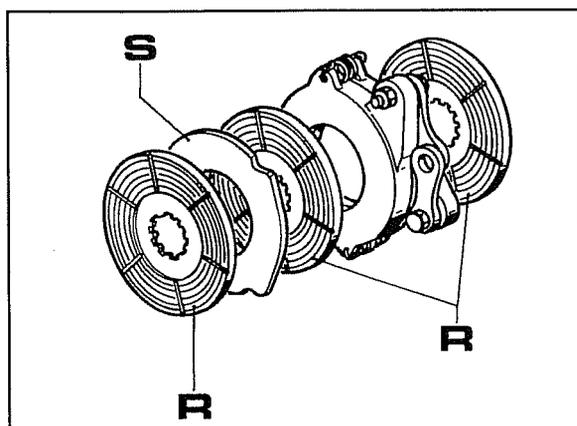

Fig. 22
- La fig.22 représente la masse de freinage complète montée sur les machines jusqu'au châssis numéro C467493.